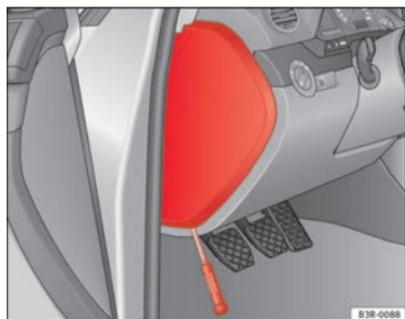

Fig. 186 Lato sinistro della plancia portastrumenti: copertura della scatola dei fusibili
- Rimuovere la copertura usando un cacciavite ⇒ **fig. 186**.